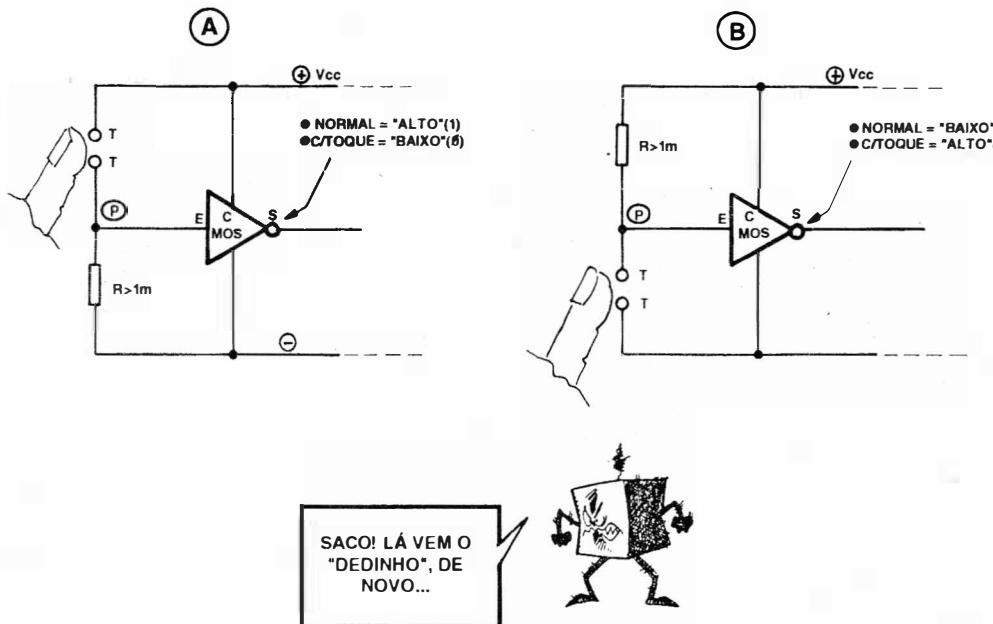

FIG. 3
FIG. 3 - SIMPLES COMANDOS DIGITAIS DE TOQUE, UTILIZANDO GATES C.MOS - Um ser humano é “feito”, basicamente, de... ÁGUA! Se o corpo de uma pessoa, pesando 80 quilos, pudesse ter eliminada toda a sua água instantaneamente, restaria um “montículo” de partículas sólidas que caberia
- Outra coisa: mesmo as Entradas efetivamente **utilizadas** para dados digitais a serem aplicados aos **gates** ou **blocos**, não podem permanecer, em **stand by** (na “espera” de dados digitais...), em “aberto” (sem polarização CC). Conforme vemos nos diagramas da fig. 3, não importando se os dados que chegarão venham como “estados altos” ou “baixos”, previamente a Entrada deverá estar recebendo uma polarização (se “baixa” ou se “alta”, dependerá da estrutura lógica do bloco, do circuito e da função...) via resistor(es) dimensionados especificamente...